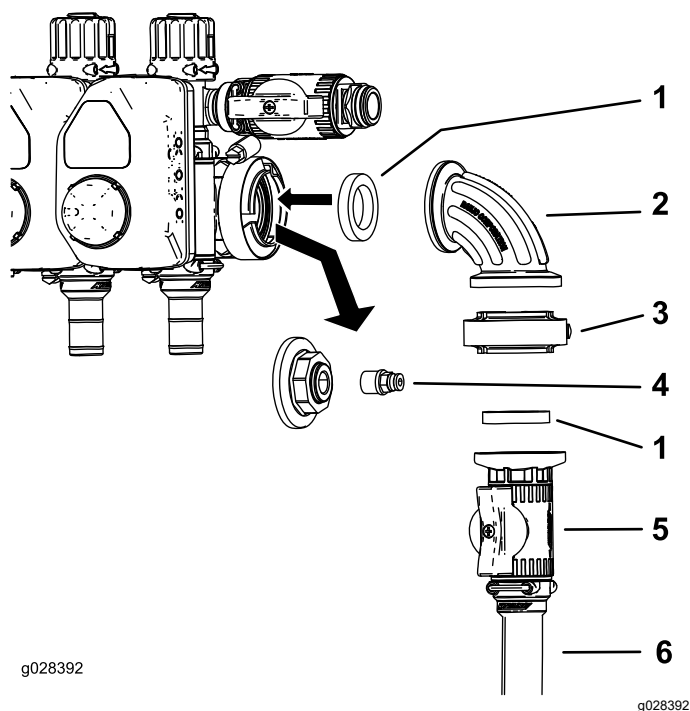
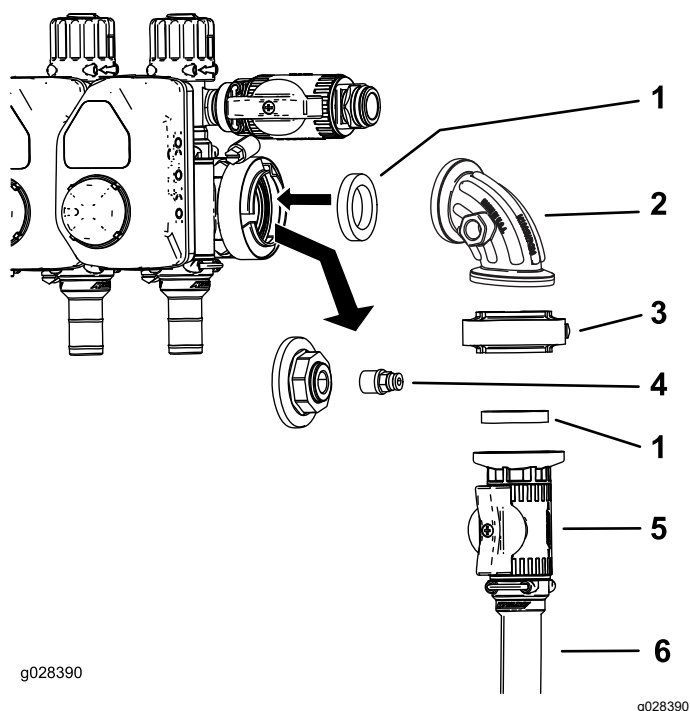

Рисунок 7
Рисунок 8
1. Снимите фланцевый хомут, который крепит торцевую крышку и муфту на отверстии манометра (Рисунок 7 или Рисунок 8).
- Снимите муфту с торцевой крышки (Рисунок 7 и Рисунок 8).
- Установите регулирующий клапан в сборе, как показано на Рисунок 7 или Рисунок 8.
- Установите муфту в отверстие прямоугольного штуцера (Рисунок 7 или Рисунок 8).
Примечание: Это отверстие, расположенное в боковой части прямоугольного штуцера на машинах Multi Pro 1750 и Multi Pro WM, находится на передней стороне штуцера (не показана), см. Рисунок 7.
- Подсоедините шланг подачи шлангового барабана к регулируемому клапану, используя шланговый хомут (Рисунок 7 или Рисунок 8).